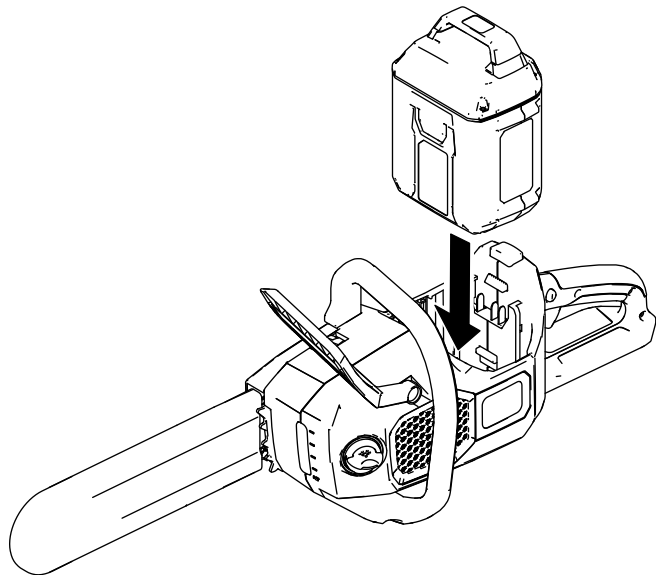

Figura 9
3. Alinee la lengüeta de la batería con el hueco correspondiente de la motosierra (Figura 9).